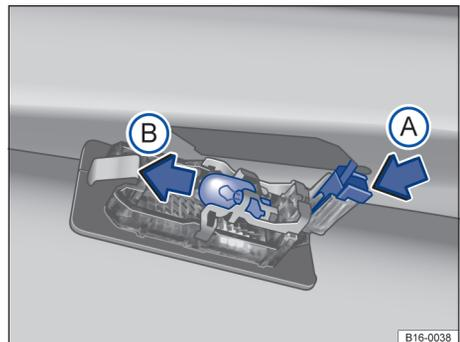

Fig. 204 Luz de matrícula: desmontaje de la lámpara.
4. Presione el bloqueo del conector en el sentido de la flecha ⇒ fig. 204  y desacople el conector.
5. Extraiga la lámpara del portalámparas ⇒ fig. 204 .